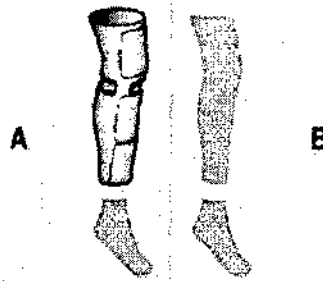

Figura 3
- Si solamente está conectado un puerto del controlador a una funda para la compresión de una sola extremidad, se pasará por alto el ajuste de configuración de funda seleccionado por el usuario (o la predeterminada) (pierna o pie) para el puerto abierto y se atenuarán tanto la pierna como el pie, ver ejemplo (figura 3).